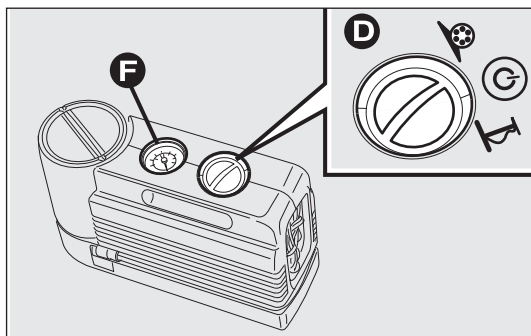
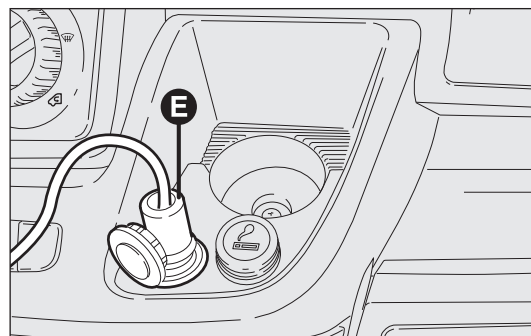

fig. 173
fig. 174
- ☐ introduire la fiche E-fig. 174 dans la prise de courant 12 V la plus proche et démarrer le moteur. Tourner le sélecteur D-fig. 173 dans le sens inverse des aiguilles d'une montre sur la position de réparation. Actionner le kit en appuyant sur l'interrupteur on/off. Gonfler le pneu à la pression préconisée, voir le paragraphe «Pression de gonflage» au chapitre «Caractéristiques techniques»;
- ☐ pour une lecture plus précise, il est conseillé de vérifier la valeur de la pression sur le manomètre F-fig. 173 lorsque le compresseur est éteint et en laissant le sélecteur central en position de réparation;